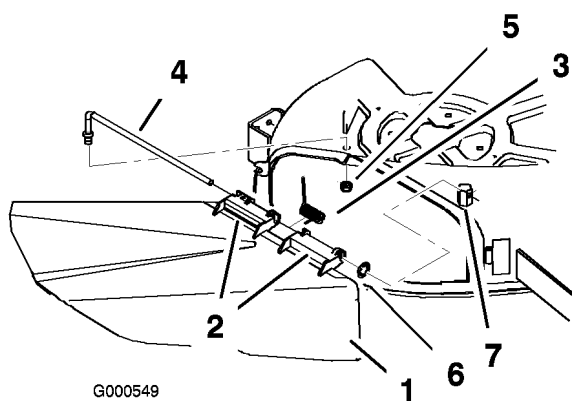

Bild 50
- Machen Sie die in Bild 50 gezeigten Teile ausfindig.
- Nehmen Sie die Mutter (3/8 Zoll) aus der Stange unter dem Mähwerk ab (Bild 50).
3. Schieben Sie die Stange aus dem kurzen Vorsprung, der internen Sicherungsscheibe, der Feder und dem Ablenklech (Bild 50). Entfernen Sie defekte oder abgenutzte Ablenkleche.
4. Setzen Sie das Ablenklech und die interne Sicherungsscheibe wieder ein (Bild 50).
6. Setzen Sie die Feder mit den Enddrähten nach unten auf die Stange, zwischen die Ablenklechhalterungen. Schieben Sie die Stange durch die zweite Ablenklechhalterung und die interne Sicherungsscheibe (Bild 50).
7. Schieben Sie die Stange vorne am Ablenklech in den kurzen Vorsprung am Mähwerk. Befestigen Sie das hintere Stangenende mit einer Mutter (3/8 Zoll) am Mähwerk (Bild 50).